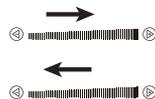

fig.6
- Encienda la encimera y presione el botón de selección de la zona de cocción. Ajuste el nivel de potencia de 2 a 8 mediante el control deslizante (fig. 6). Para aumentar el nivel de potencia, deslice de izquierda a derecha y para disminuir el nivel de potencia, deslice de derecha a izquierda.